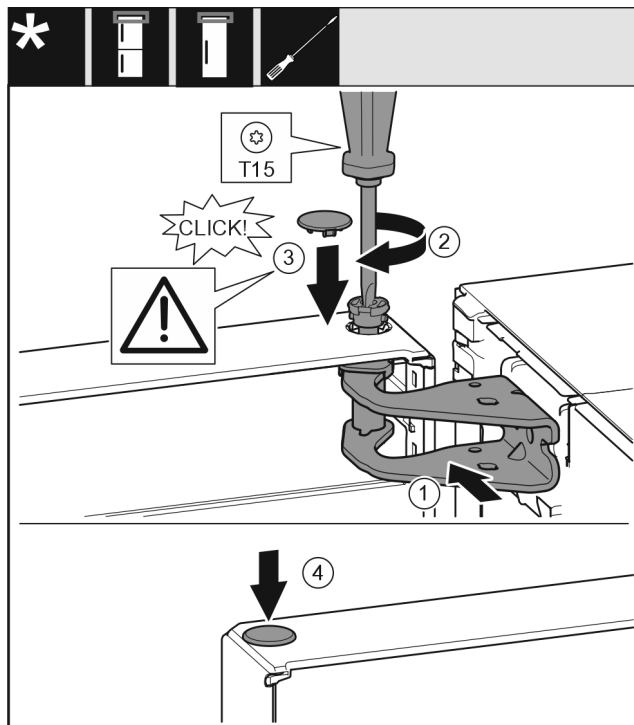

Fig. 23
- Deur boven uitlijnen op de opening in de lagerbus. Fig. 23 (1)
- Bouten Fig. 23 (2) insteken en met een schroevendraaier vastschroeven.
- Beveiligingsafdekking Fig. 23 (3) voor de borging van de deur monteren: Beveiligingsafdekking plaatsen en controleren of deze tegen de deur ligt. Anders de bouten volledig insteken.
- Plug Fig. 23 (4) insteken.